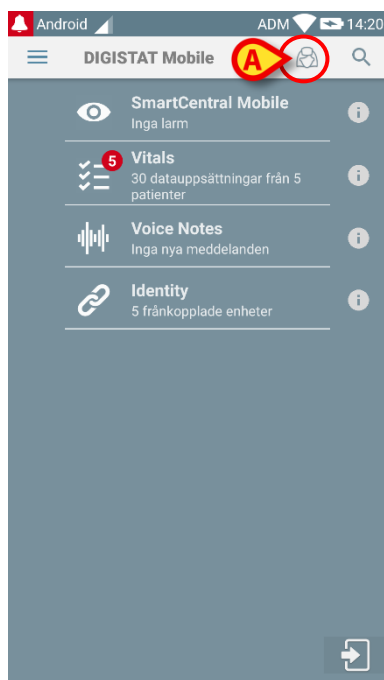

Fig. 43
- Tryck på ikonen  (Fig. 43 **A**).